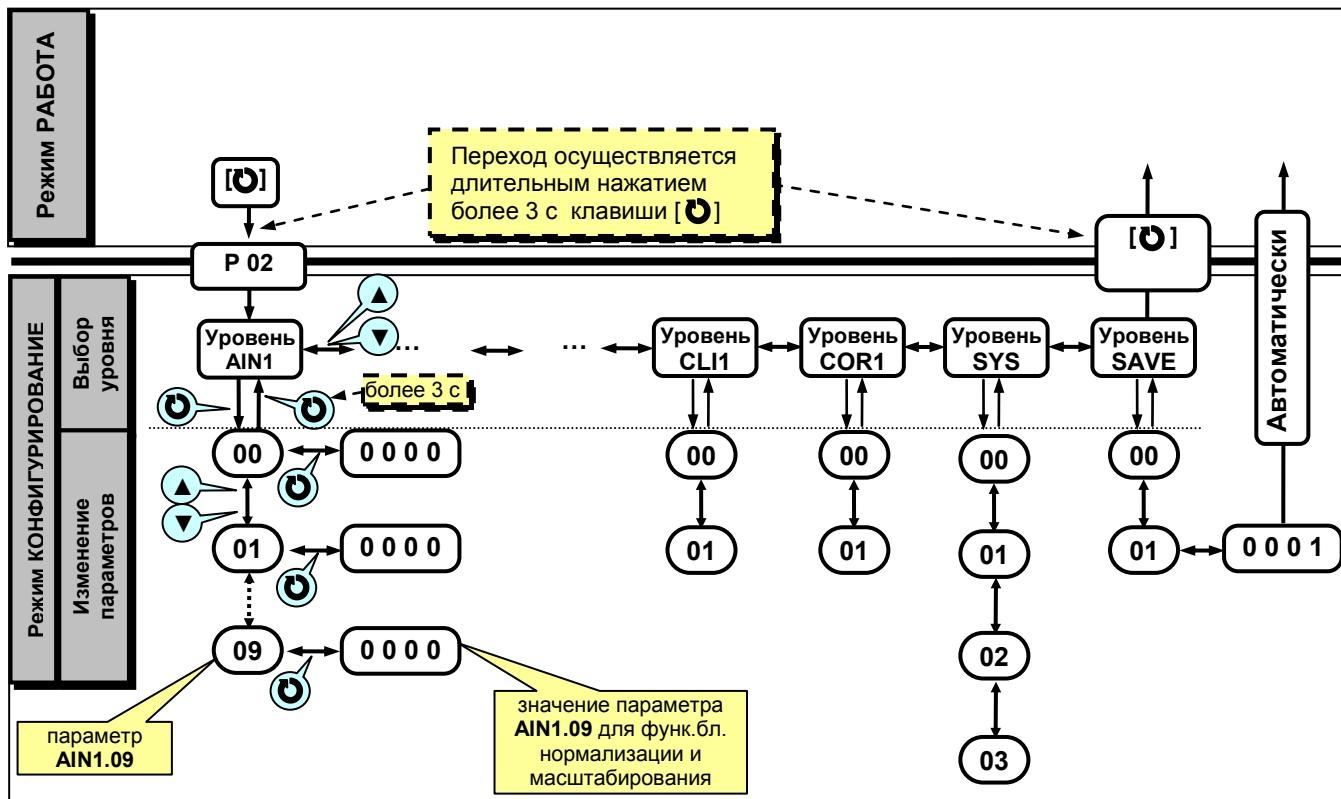

Рисунок 4.7.1 - Диаграмма уровней конфигурации и настроек
4.7.2 Параметры разделены по группам, каждая из которых называется "уровень". Каждое заданное значение (элемент настройки) в этих уровнях называется "параметром". Параметры, используемые в преобразователе ПНС-13, сгруппированы в 13 уровней и представлены на диаграмме (рисунок 4.7.1).
В дальнейшем по тексту руководства идет ссылка на параметр в виде XXXX.УУ (например ALRM.00), где XXXX – название УРОВНЯ, а УУ – номер пункта меню (смотри рисунок 4.7.1).